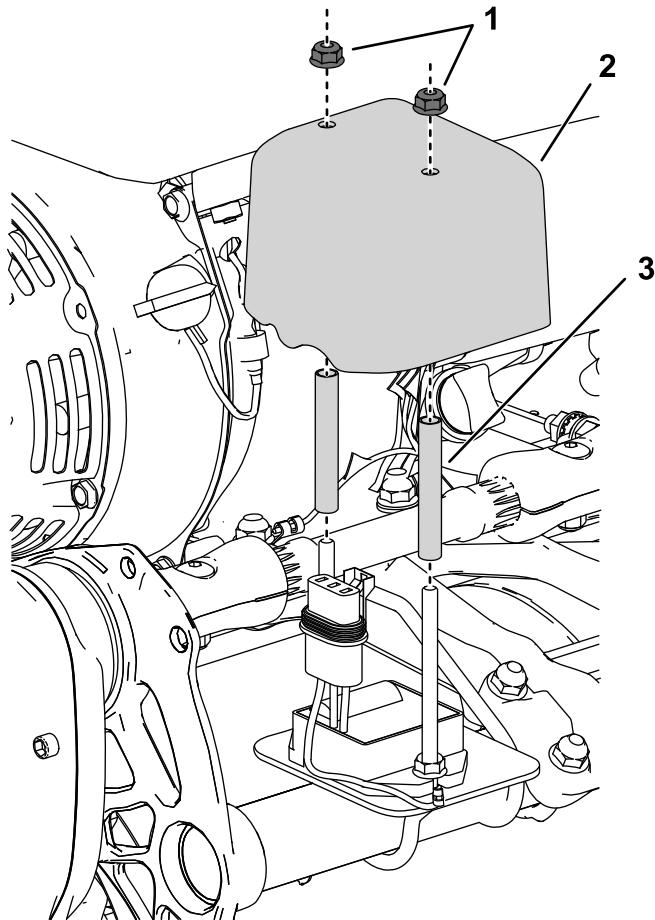

Figura 4
5. Instale los espaciadores y la tapa sobre el contador de horas inalámbrico y las conexiones del arnés de cables, tal y como se muestra en la Figura 4.